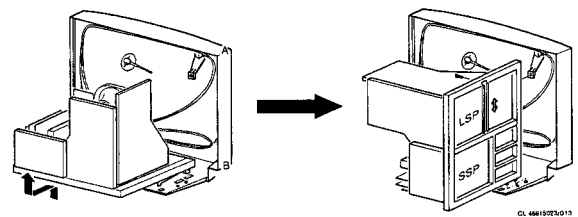

Abb. 3
4.1 Die Übersichtsposition (Abb. 3)
4.2 Die Service-Position der Groß-Signalplatine (Large Signal Panel LSP) und der Klein-Signalplatine (Small Signal Panel SSP) (Abb. 3).